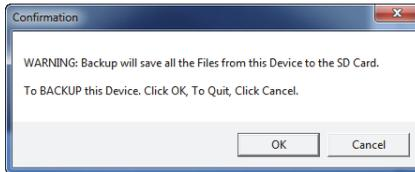

Abbildung 7-26 Dialogfeld Confirmation zur Bestätigung der Sicherheitskopie
4. Im eingeblendeten Dialogfeld **Confirmation** (siehe Abbildung 7-26 auf Seite 227) klicken Sie auf **OK**, um die Sicherheitskopie zu erstellen.